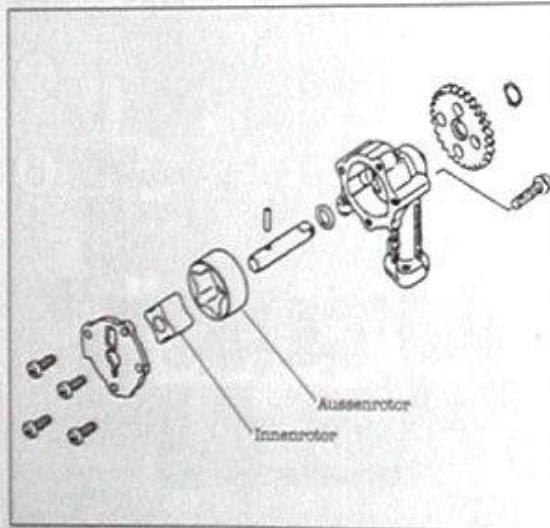

Bild 242
- Deckelschrauben (Bild 242) ausdrehen.